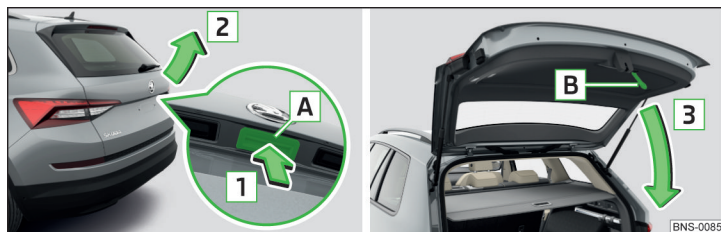

Fig. 60 Ouverture/fermeture du capot du coffre à bagages
- Pour **ouvrir**, appuyez sur la touche **A** dans le sens de la flèche **1** » fig. 60.
La touche **A** » fig. 60 est désactivée lors du démarrage ou à partir d'une vitesse supérieure à 5 km/h. La touche est réactivée après l'arrêt du véhicule et l'ouverture d'une porte.